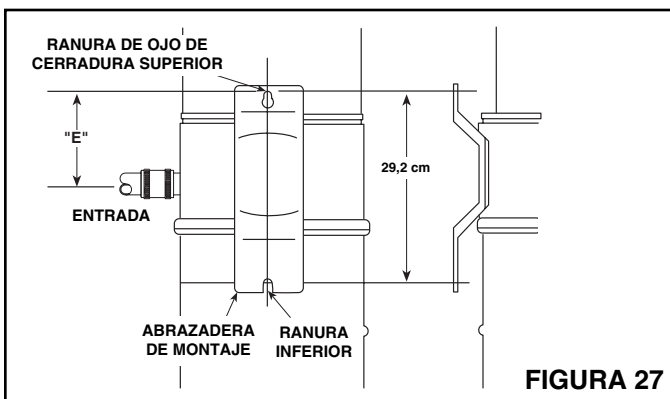

FIGURA 27
2. Taladre agujeros de piloto de 0,5 cm de diámetro para los dos (2) tornillos de montaje en un montante de pared o soporte fuerte. Véase la Figura 27.